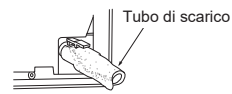

Fig. 4
- Inserire completamente il tubo di scarico nella bacinella di scarico sul lato posteriore destro dell'unità interna. (Fig. 4)
- Inserire il tubo di scarico nella manica foro muro (C) e agganciare la parte superiore dell'unità interna alla piastra di installazione (1). Quindi, spostare completamente l'unità interna sulla sinistra in modo da facilitare il posizionamento della tubazione nello spazio sul retro dell'unità.